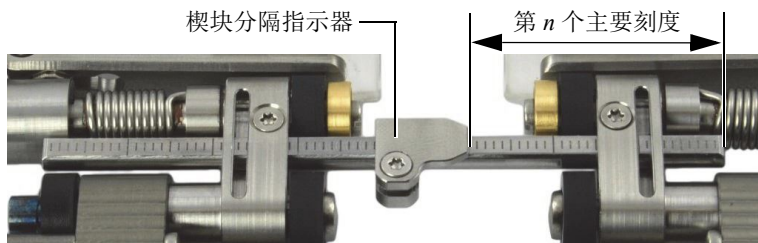

图 2-25 放置楔块分隔指示器
3. 滑动横撑上的楔块分隔指示器，以使楔块分隔指示器的右端对齐所要求的从横撑右端算起的第 n 个主要刻度（参见第 37 页的图 2-25）。